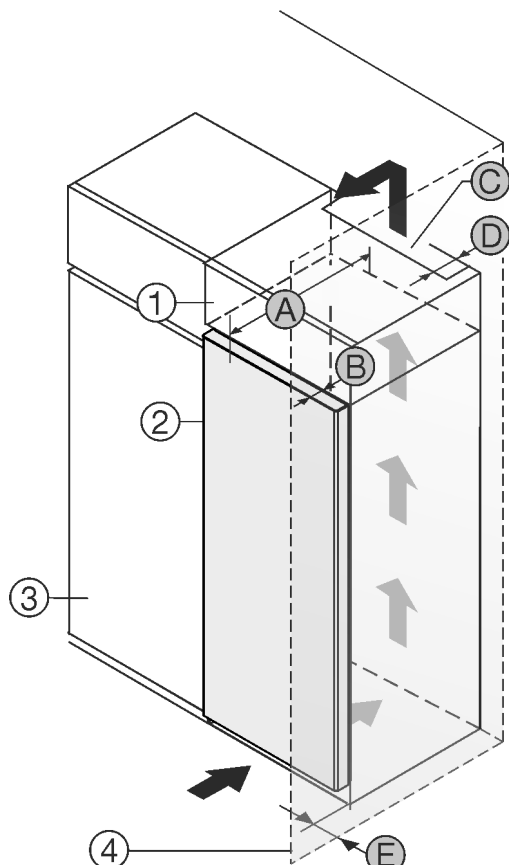

Fig. 1
Installer l'appareil directement à côté du placard de cuisine Fig. 1 (3)*
Installer l'appareil à une distance de 5 cm du placard de cuisine Fig. 1 (3)*
Une sortie d'air avec la profondeur Fig. 1 (D) doit être présente au dos de la rehausse sur toute sa largeur.*
La section de ventilation Fig. 1 (C) sous plafond doit être respectée.*
Si l'appareil avec les charnières est installé près d'une paroi Fig. 1 (4), la distance entre l'appareil et la paroi doit être de 40 mm min. Ceci correspond à la saillie de la poignée avec la porte ouverte.*